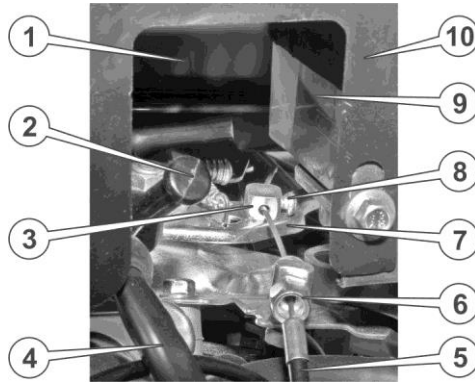

Рисунок 9 – Регулювальні елементи карбюратора
17. Вставити трос механізму регулювання подачі палива в отвір кронштейна даного механізму, закріпити кінець троса в кліпсі важеля регулювання подачі палива за допомогою гвинта (див. рисунок 9).